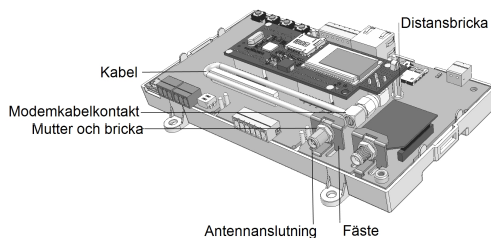

Bild 24: GSM-modem på ett brandkårs-gateway-kort
1. För in toppen av distansbricken i plast genom öppningen på GSM-modemet, såsom det visas i *Bild 24*.